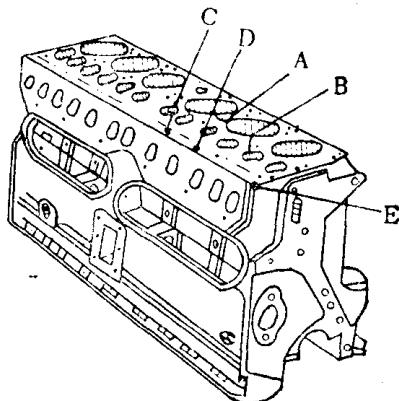

图 2 气缸与气缸及气缸与气门座孔之间裂纹的焊补工艺图
二、气缸与气缸及气缸与气门座孔之间裂纹的氧-乙炔冷焊修理工艺(图2)
3. 选定加热减应区：用两把焊炬同时对加热减应区(图2中C处)加热。加热可用随从加热与均匀补偿加热联合法进行，当D处的温度升高到400~500°C时，撤出一把焊炬对裂纹A进行加热并予以焊补。